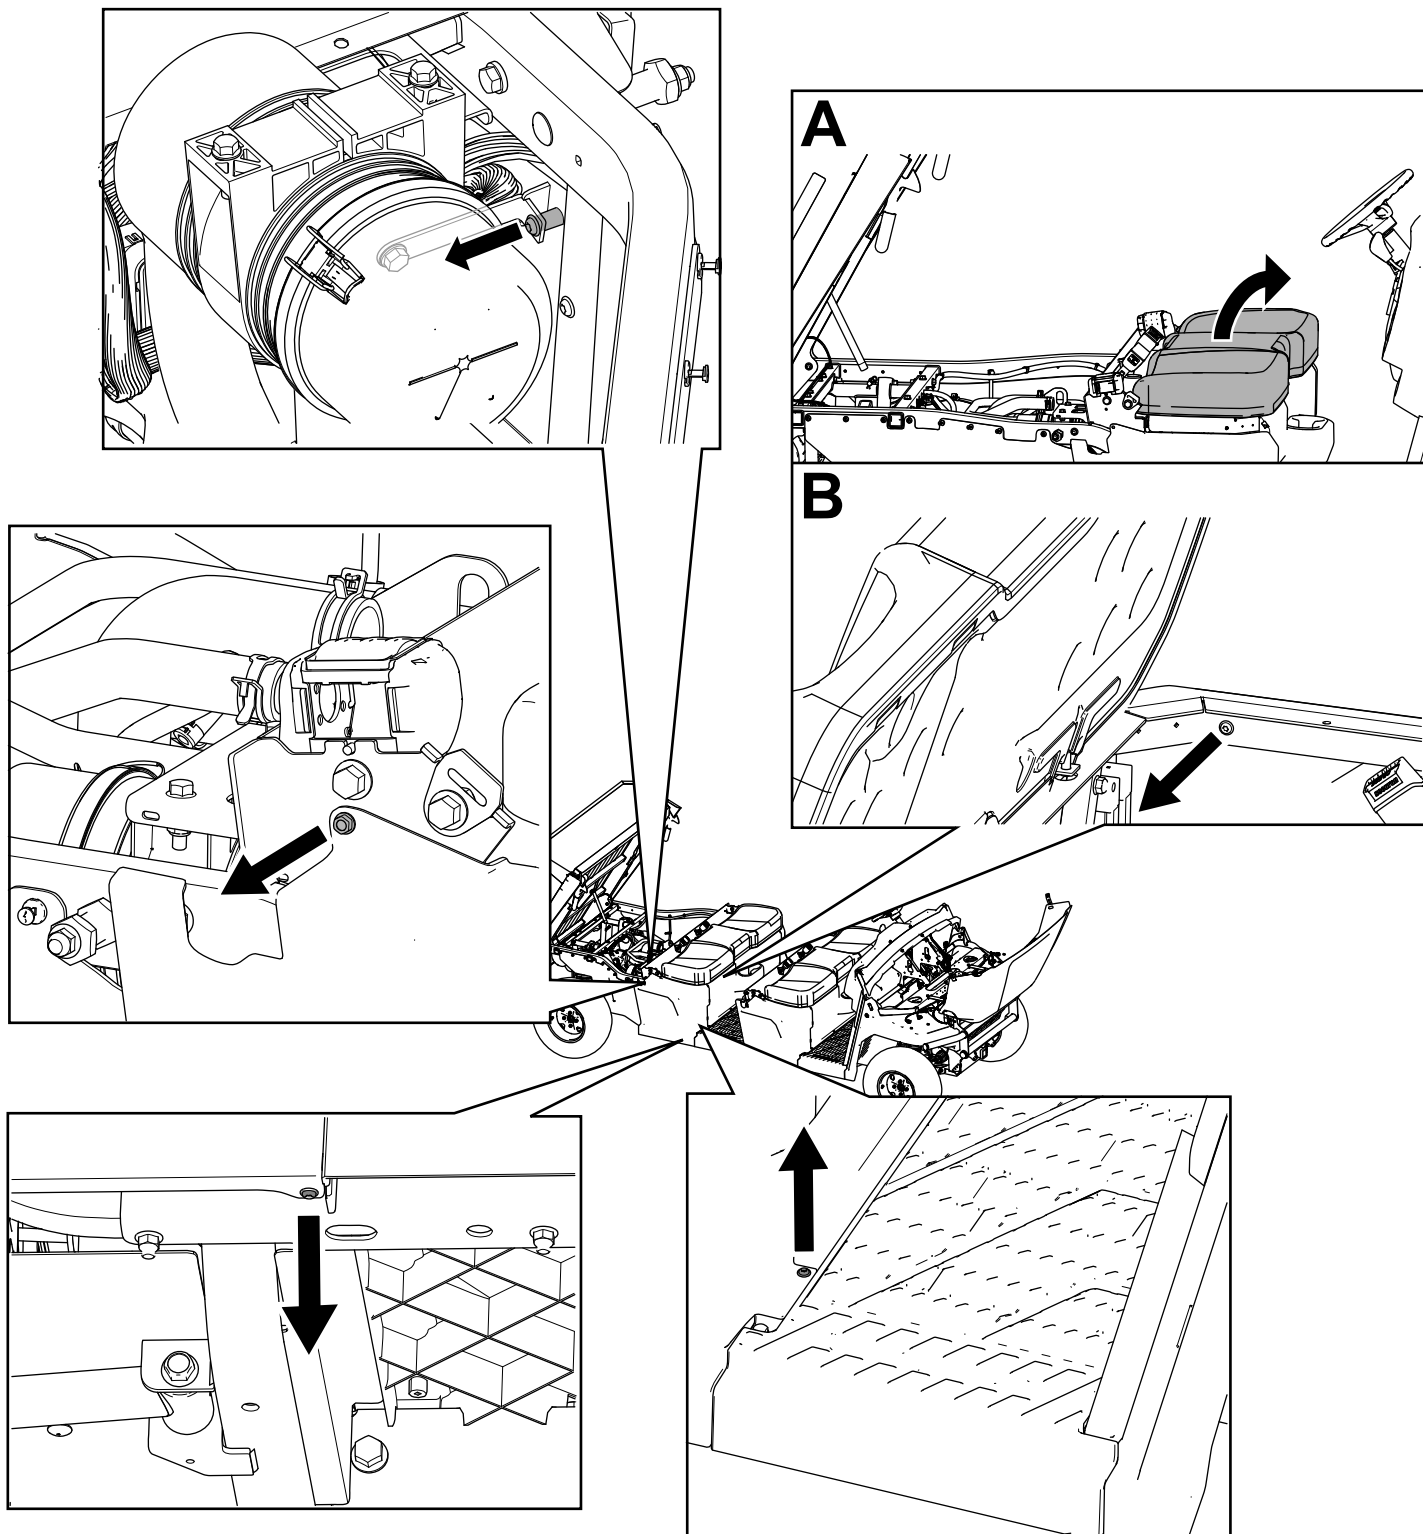

Figura 32
3. Rimuovete i bulloni a testa esagonale con rondella ($\frac{1}{4}$ " x $\frac{3}{4}$ ") e i dispositivi di fissaggio a testa torx T30 dai pannelli sedile di destra (2) e di sinistra (2) (Figura 32).